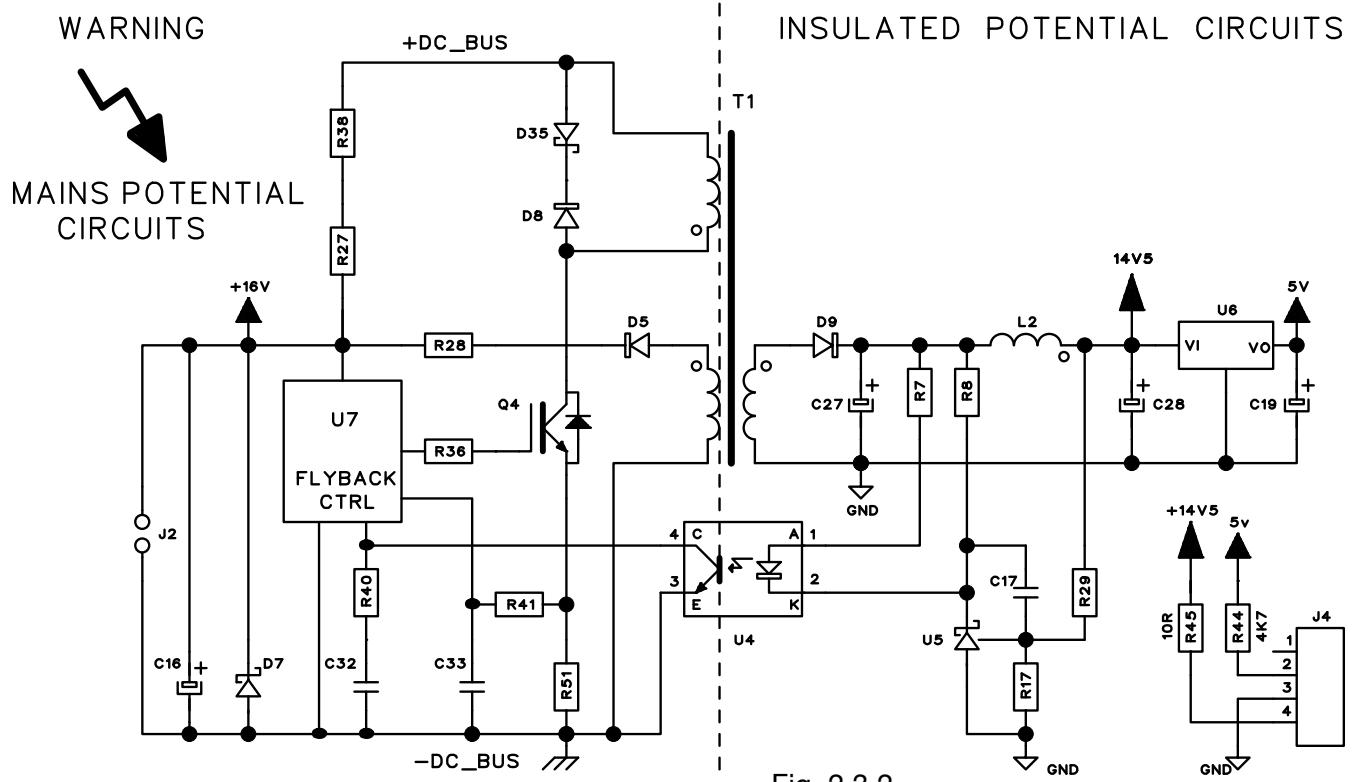

Fig. 2.3.2
Conectado directamente a los condensadores-DC, un convertidor flyback, presente en tarjeta potencia (13), genera las tensiones de alimentación de todos los circuitos del generador. Estas tensiones se miden en los conectores J2 y J4, en tarjeta potencia (13), como indicado en Fig. 2.3.2.
- Tarjeta potencia (13), terminales +(+) y -(−) de los condensadores-DC C49, C50, C51 (están conectados en paralelo entre ellos), tensión = +330 Vdc, aprox., después el cerrado del interruptor (5); +375 Vdc, después la fase de start-up, 5 s aprox..
- ◆ Si la tensión se mantiene en 330 Vdc controlar los circuitos del boost converter (U2, Q7, Q10 ÷ Q12, D22, etc.) y la tensión en J2 de tarjeta potencia (13), como indicado en Fig. 2.3.2 (alimentación circuitos flyback y boost converter).
- Tarjeta potencia (13), conector J4, terminales:
como indicado en Fig. 2.3.2 (alimentación circuitos de tarjeta potencia (13)).